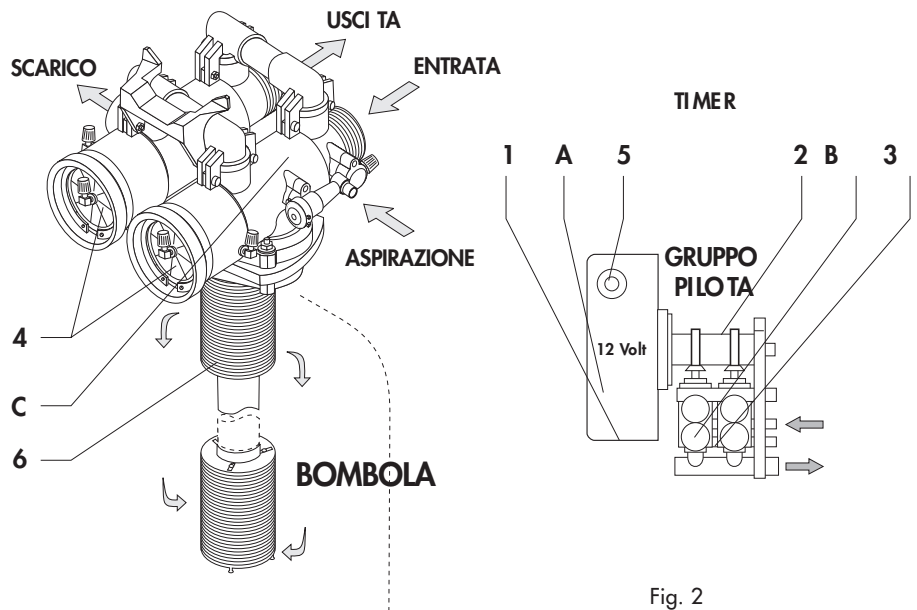

Fig. 2
N.B.: Il particolare n.6 (fig. 2) non deve essere montato per i mod. PLUS 265-330-425-550